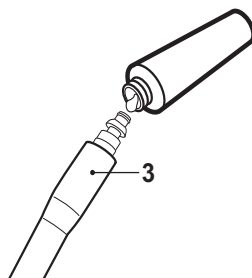

Рис. 23
Нанесите каплю смазки на уплотнительное кольцо на разъеме шланга высокого давления (3) (Рис. 23, А).